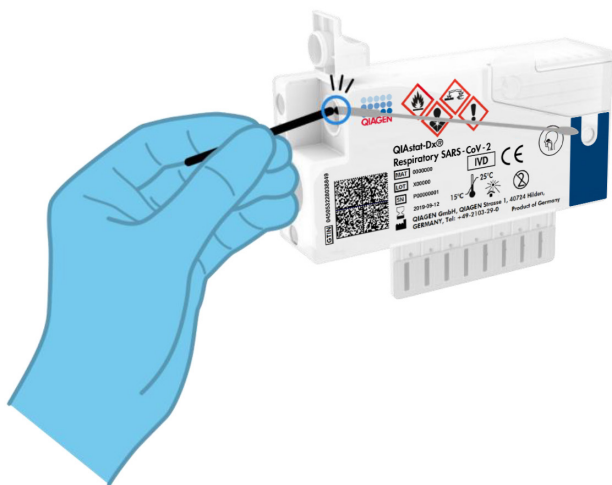

Figura 9. Quebrando a haste do swab.
6. Quebre a haste do swab no ponto de quebra, deixando o restante no QIAstat-Dx Respiratory SARS-CoV-2 Panel Cartridge (Figura 9).